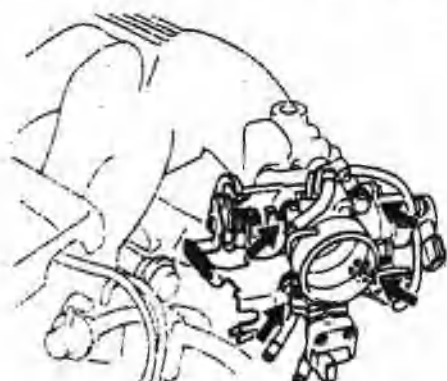

图 1.13 节气门体上螺栓和螺母的位置
- ◆ 卸下 2 个螺栓、2 个螺母和节气门体、衬体。节气门体上螺栓和螺母的位置如图 1.13 所示。
(2) 节气门体的安装。